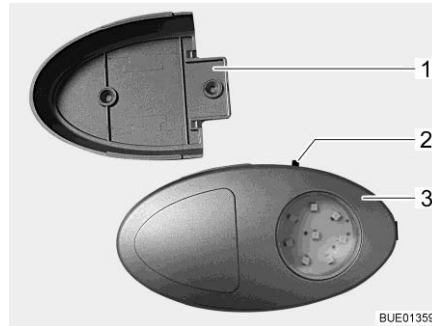

Bild 102 Klädskåpslampa/ficklampa
- ▷ Klädskåpslampan kan dras ut från skruvhållaren (Bild 102,1) och användas som ficklampa.
På-/av-brytaren (Bild 102,2) sitter direkt på klädskåpslampan (Bild 102,3).